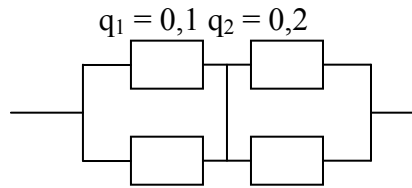

Рис. 7. Схема надежности.
**Задача 6.** Схема расчета надежности показана на рис. 7. Необходимо найти по известным вероятностям отказов элементов  $q_1$  и  $q_2$  вероятность безотказной работы изделия.